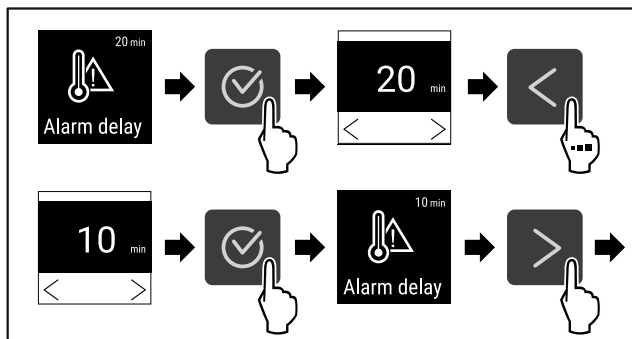

Fig. 99
- ▶ Suorita toimenpidevaiheet (katso Fig. 99).